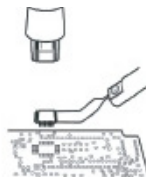

Fig. 5
4. Cuando se haya fundido el estaño de la soldadura, extraiga el componente SMD alzando el captador (fig. 5).